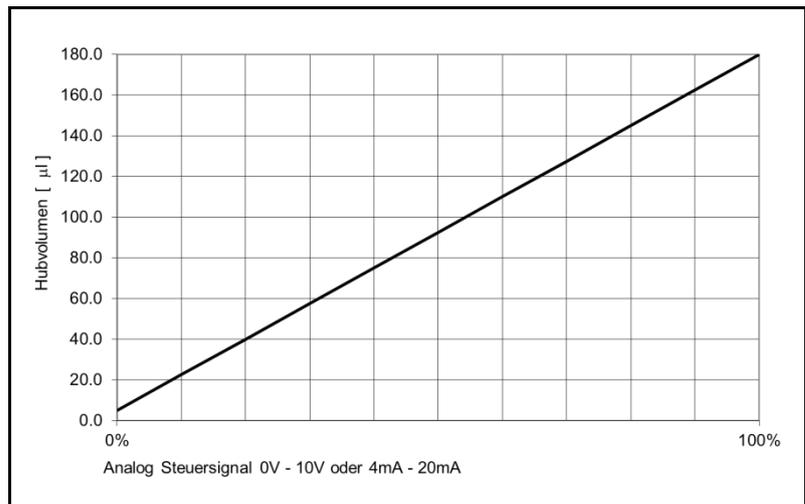
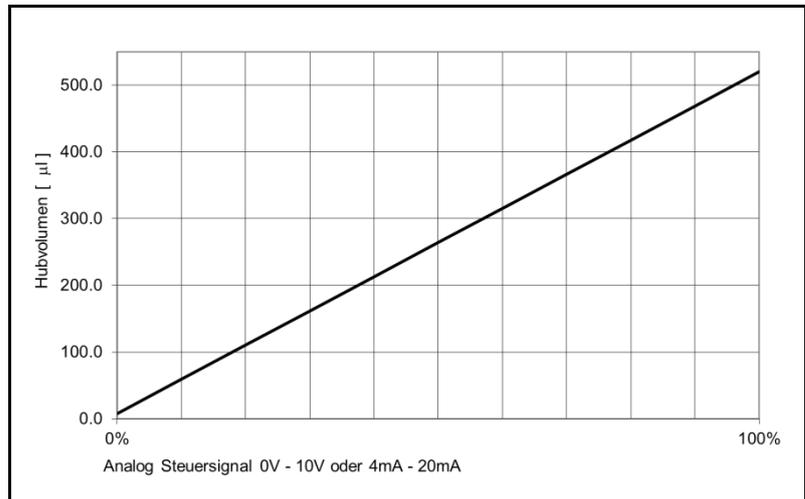

Fig. 16: Hubvolumen in Abhängigkeit Analogsignal (Messung ohne Gegendruck); Pumpe FEM 1.02\_.55 RC
Fig. 17: Hubvolumen in Abhängigkeit Analogsignal (Messung ohne Gegendruck); Pumpe FEM 1.09\_.55 RC
- Der Dosierhub ist proportional zum angelegten Analogsignal (vgl. Fig. 16 und Fig. 17).